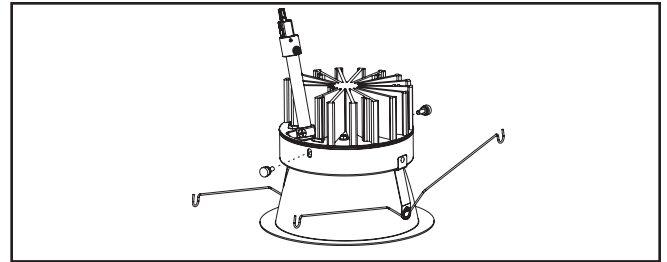

Figura 9.
6. Usando los tornillos de ajuste manual incluidos, asegure con firmeza la moldura inferior al motor de la luminaria LED (Figura 9.).